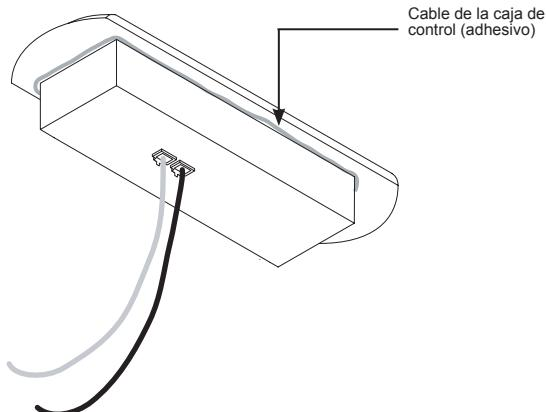

Figura 5: Aplicación del adhesivo
- 2** Aplique una pequeña cantidad de adhesivo alrededor de la base del panel de control (Figura 5).